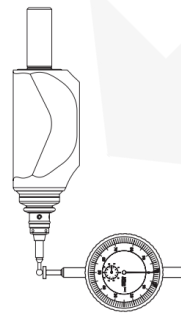

Fig. 4
- Defina o indicador para zero (Fig. 4)